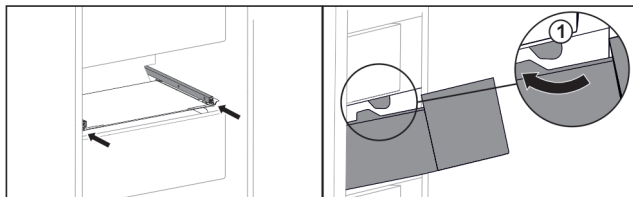

Fig. 160
- ▶ Обведите выдвижной ящик вокруг стопора Fig. 160 (1).